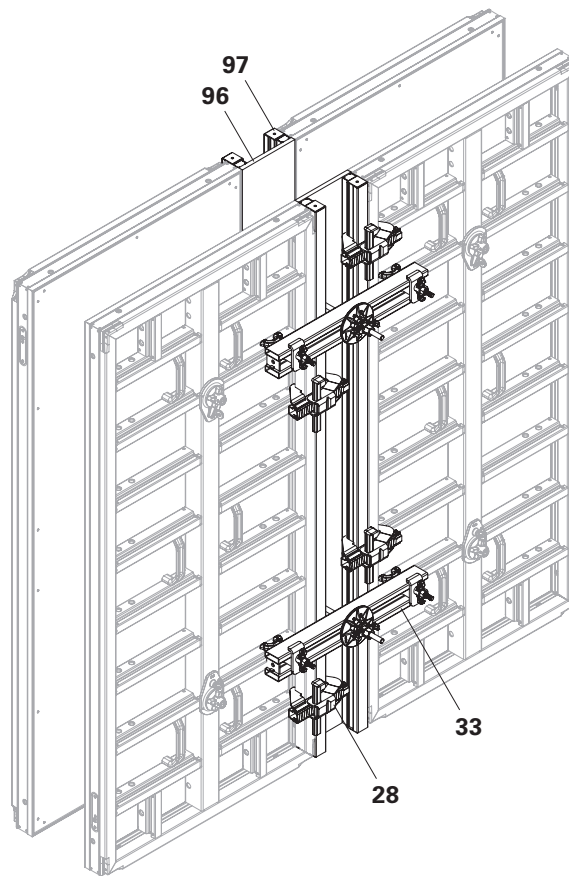
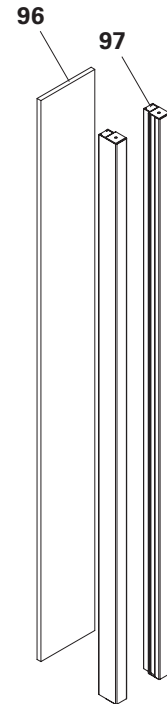

Fig. B7.02
Fig. B7.02a
- Assembly: (Fig. B7.02 + Fig. B7.02a)